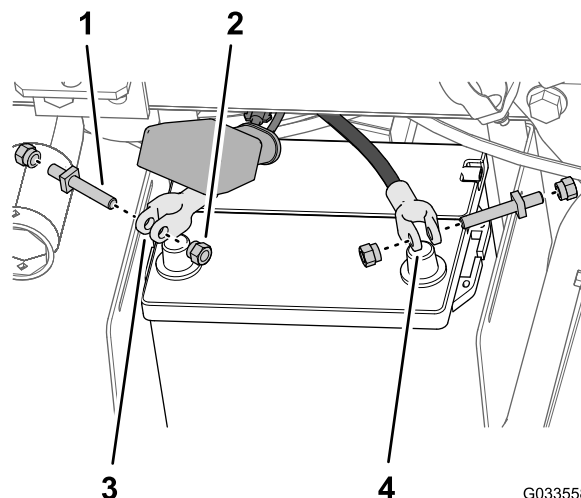

Figura 30
5. Montate, senza serrarli, un bullone del morsetto e un dado del serrafilo sui morsetti positivo e negativo della batteria (Figura 30).